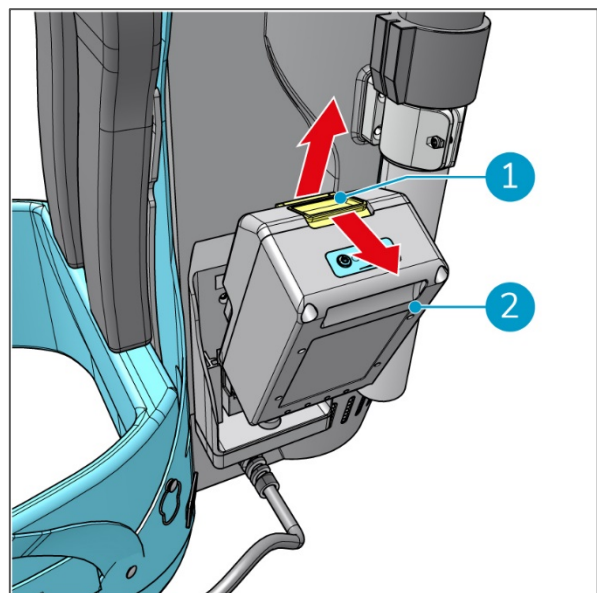

Abbildung 20
1. Drücken Sie die gelbe Taste des Akkus (Abbildung 20, Pos. 1), um den Akku freizugeben.
2. Ziehen Sie den Akku heraus (Abbildung 20, Pos. 2).